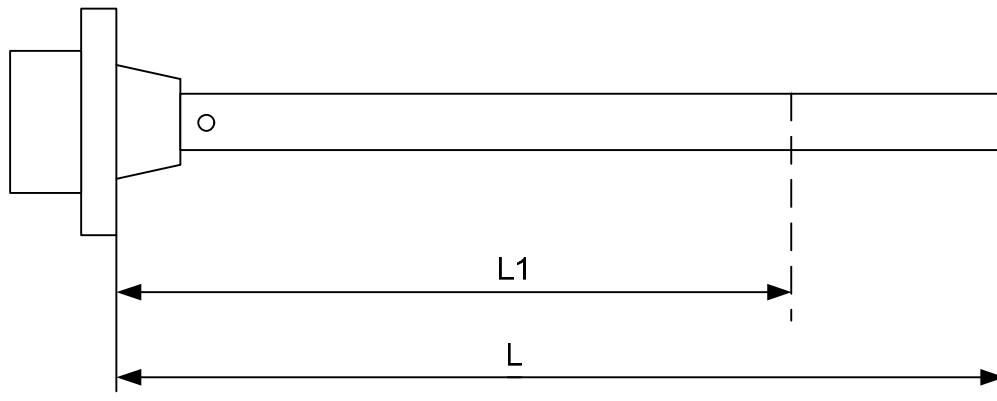

Рис. 3
- 3) Отрезать ножковкой (или другим подходящим инструментом) длину L1 изделия таким образом, чтобы линия среза была строго перпендикулярна продольной оси изделия (рис. 3);
При настройке датчика топлива необходимо указать фактическую длину трубы L1 - от пластмассовой головной части датчика до торца трубы (рис.3).